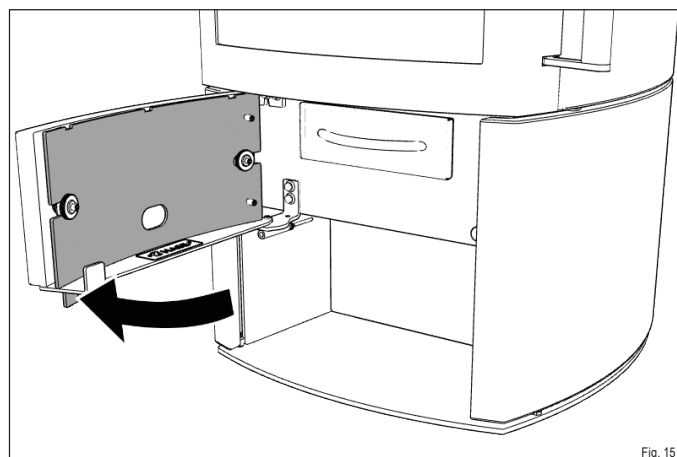

Fig. 15
- ▶ **Ouvrez la porte de commande (Fig. 15).**
- ▶ Ouvrez la porte de commande (Fig. 15).